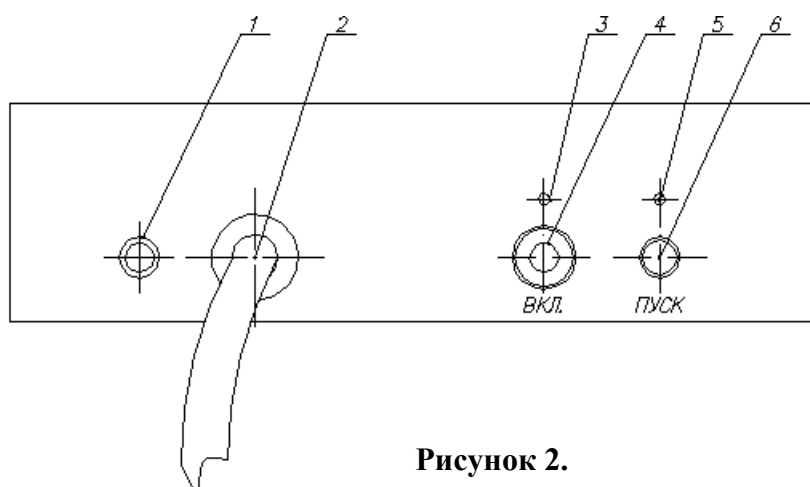

Рисунок 2.
5.2. Расстояние до стен или горючих материалов должно соответствовать требованиям ППБ и соответствующих руководящих документов. Расстояния от корпуса воздухонагревателя до стен котельной или вспомогательного оборудования должны быть не менее указанного на рис. 2 и обеспечивать беспрепятственный доступ к элементам воздухонагревателя при проведении технического обслуживания.
6.2. Включить аппарат с помощью кнопочного выключателя "ВКЛ" (рисунок 2).